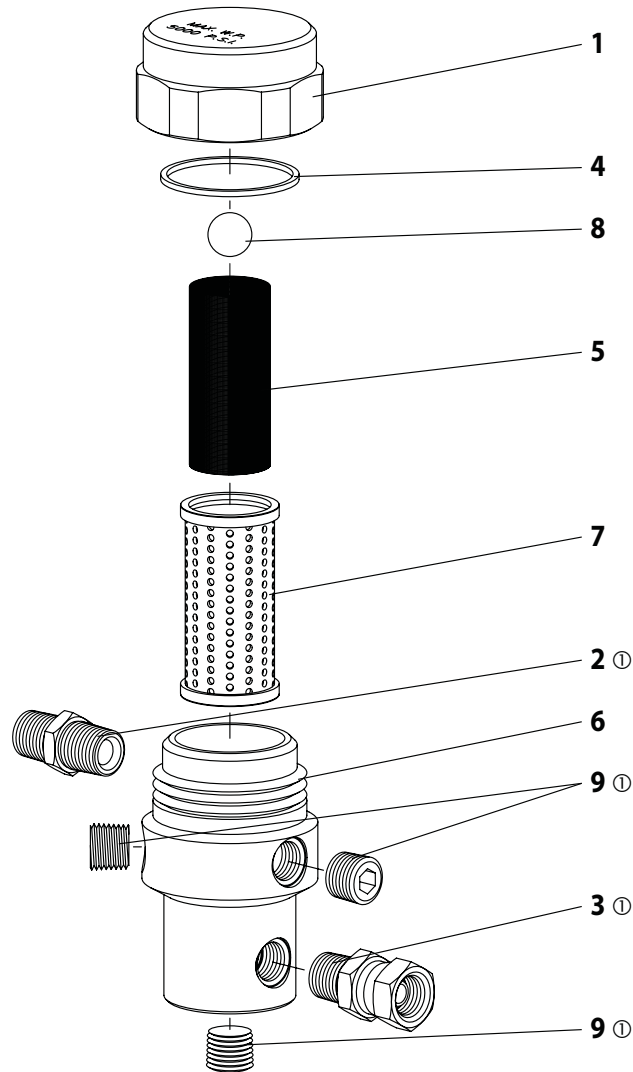

Figure 2
- Identify the regulator INLET / OUTLET (flow direction). The regulator is marked with an arrow on the body base. Refer to the (6) body (figure 2, page 4).
- Identifier l'ENTRÉE / SORTIE du régulateur (direction du débit). Le régulateur est gravé d'une flèche à la base du corps. Se reporter au (6) Corps (figure 2, page 4).